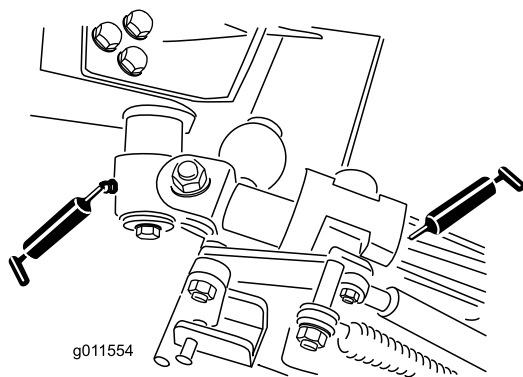

Figura 45
- Casquillos de la palanca acodada (2) (Figura 45).
- Casquillos de los brazos traseros (4) (Figura 45).